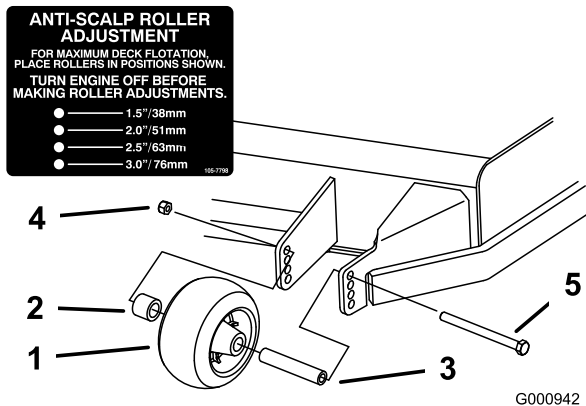
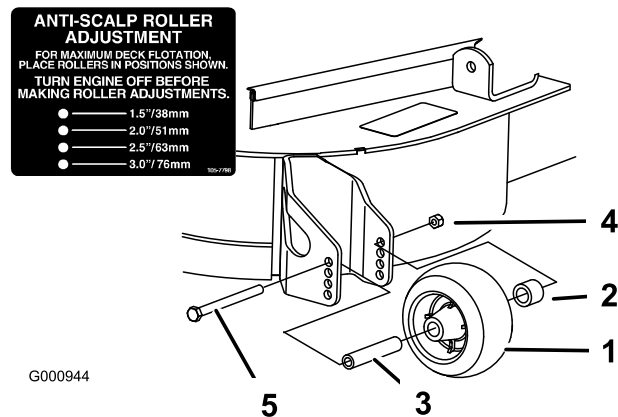
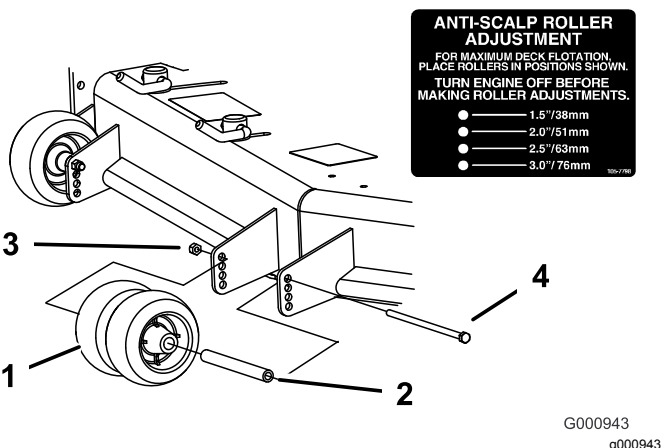

Figure 30
Figure 32
Figure 31
- Réglez les galets anti-scalp comme montré à la Figure 30, la Figure 31 et la Figure 32.